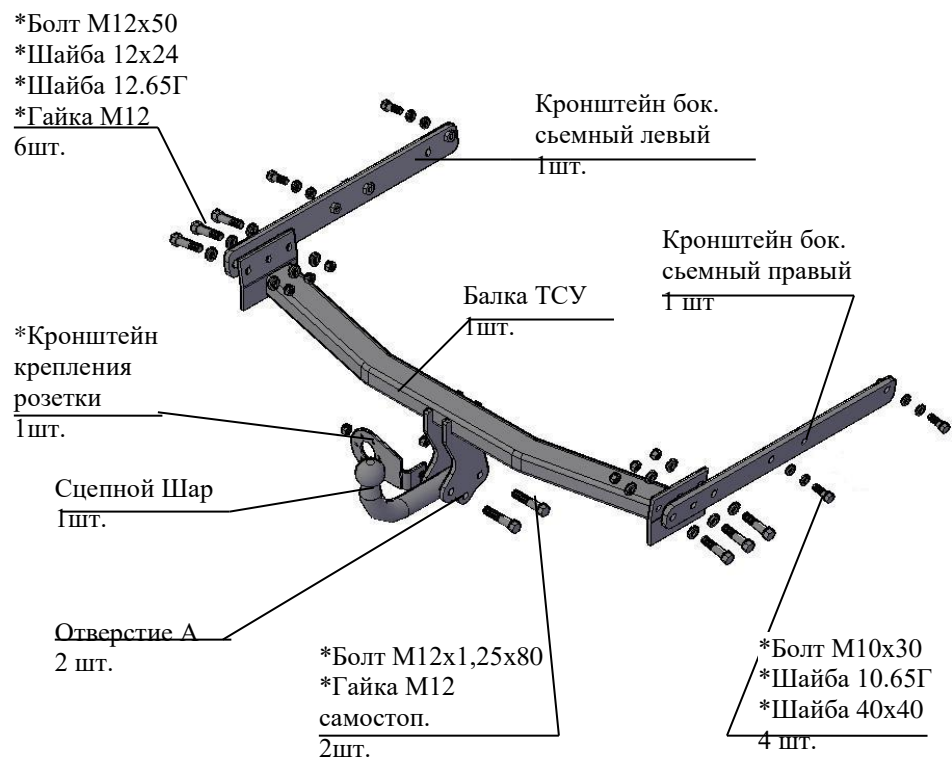

Рис.1 Тягово-сцепное устройство 6041
| 2.1 ТСУ 6041 в сборе (рис.1) | 1 шт. |
| 2.2 Пакет с комплектующими (см. рис.1) | 1 шт. |
- 4.3 Установить кронштейны боковые съемные левый и правый внутрь лонжеронов а/м и закрепить их болтами М10х30 (в соответствии с рис.1). Крепеж не затягивать. Шайбы 10.65Г и шайбы 10х21 поставить под головки болтов.
4.4 Установить балку ТСУ между боковыми кронштейнами и закрепить болтами М12х50 (в соответствии с рис.1). Шайбы 12х24 поставить под головки болтов.
Закрепить сцепной шар и кронштейн крепления розетки к кронштейнам шара болтами М12х80 (в соответствии с рис.1)